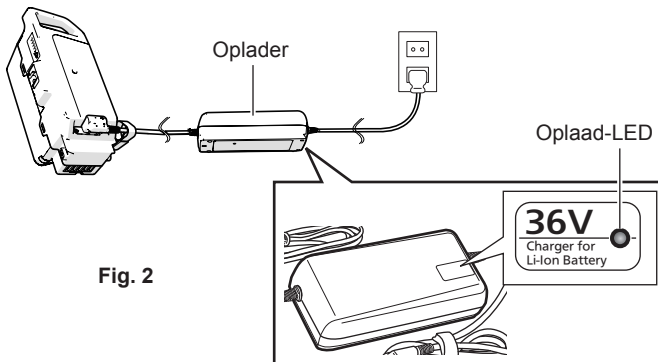

Fig. 2
- 2) Steek de netstekker in een stopcontact (220 V AC tot 240 V AC). (Fig. 2)